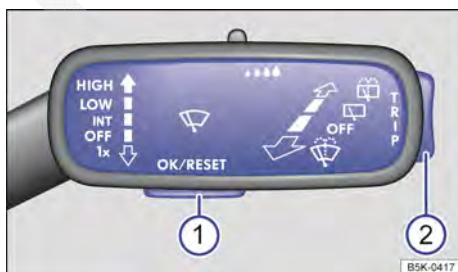

Fig. 66 À direita na coluna de direção: botões da alavanca dos limpadores do para-brisa (veículos sem volante multifunções).
Enquanto uma mensagem de advertência de prioridade 1 → Página 58 estiver sendo exibida, não será possível acessar os menus. Algumas mensagens de alerta podem ser confirmadas e ocultadas com o botão → Fig. 66 ①.
- Se uma mensagem ou o pictograma de veículo sejam exibidos, pressionar o botão → Fig. 66 ①, caso necessário, pressionar várias vezes.
- Para a exibição dos menus → Página 64 ou para retornar para a seleção de menu a partir de um menu ou de uma tela de informação, basta manter o seletor → Fig. 66 ② pressionado.
- Para acessar o menu ou a tela de informação exibida, pressionar o botão → Fig. 66 ① e esperar até que o menu ou a tela de informação abra automaticamente após alguns segundos.
- No menu exibido, pressionar o seletor → Fig. 66 ② para cima ou para baixo até que o item de menu desejado esteja marcado. A marcação é indicada por uma moldura.
- Ao pressionar o botão → Fig. 66 ① é feita a alteração desejada. Um “sinal de visto” identifica a ativação da função ou do sistema.